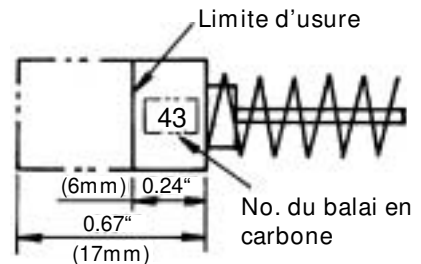

Fig. 6
4. Inspection des balais en carbone (Fig. 6)
**REMARQUE :** Utiliser le balai en carbone HITACHI No. 43 indiqué sur la Fig. 6.